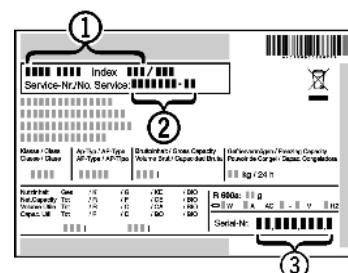

Fig. 16
- ▶ Apparaataanduiding Fig. 16 (1), service-nr. Fig. 16 (2) en serie-nr. Fig. 16 (3) van het typeplaatje aflezen. Het typeplaatje bevindt zich aan de linkerkant binnen in het apparaat.
- ▶ Contact opnemen met de Technische Dienst en het probleem, apparaataanduiding *Fig. 16 (1)*, service-nr. *Fig. 16 (2)* en serie-nr. *Fig. 16 (3)* mededelen.